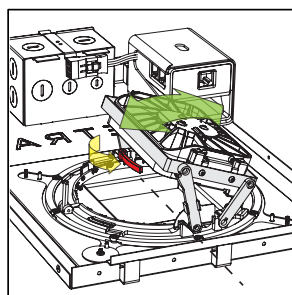

fig. 14
- Desbloquee el chasis del emisor: acceda la caja del D3 y desbloquee las palancas de bloqueo de inclinación y rotación (ambas de color rojo) (consulte la fig. 14).